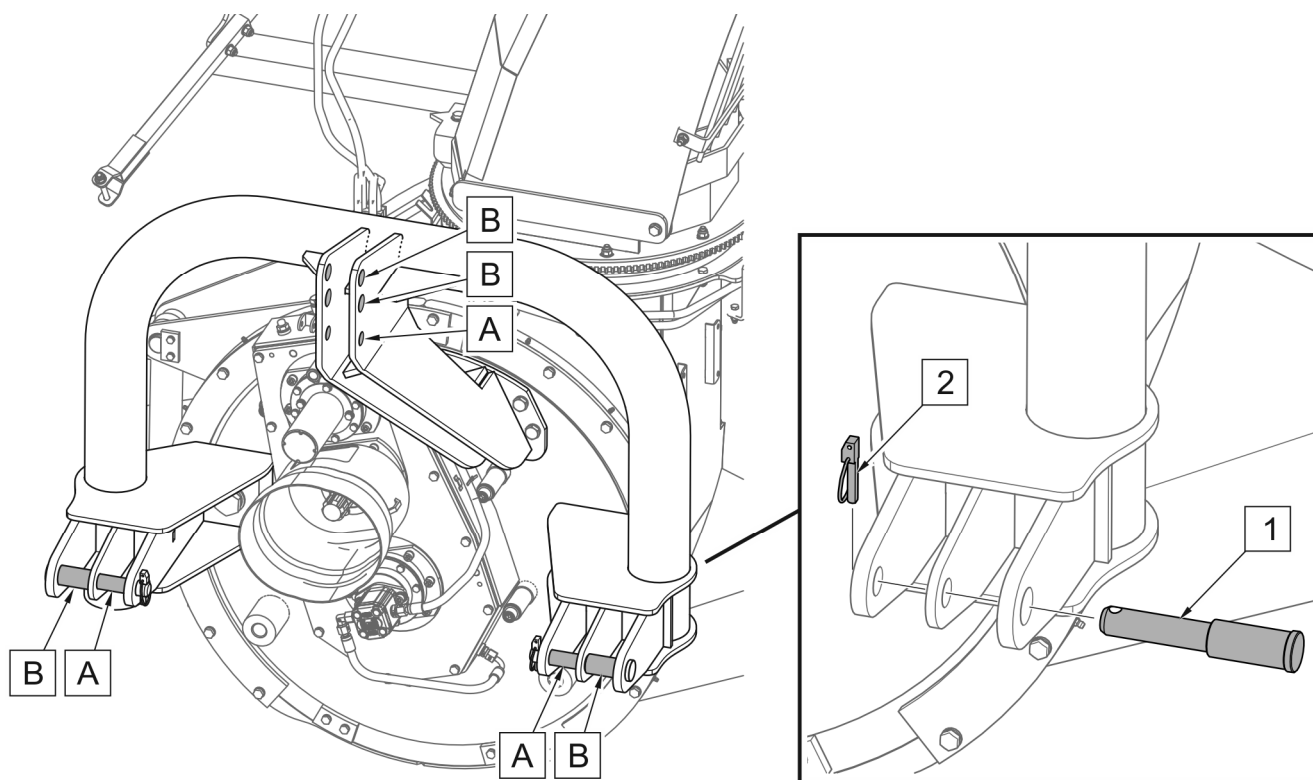

РИСУНОК 4.1 Точки крепления трёхточечной навески категорий II и III по ISO 730-1
- Снимите нижние пальцы (1), закреплённые шплинтами (2) (РИСУНОК 4.1).
- Соедините нижние точки навески машины с трёхточечными навесными устройствами с помощью пальцев (1) и закрепите их шплинтами (2).